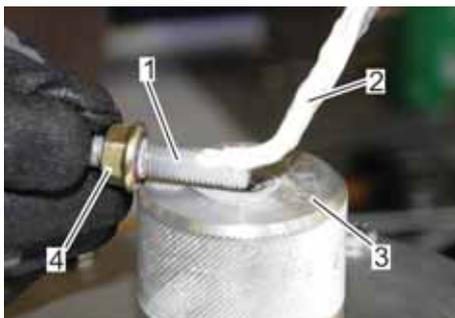

Abb. 130: Sollwerteinsteller fetten
- 28.** Den Sollwerteinsteller (Abb. 130/1) mit einem Pinsel (Abb. 130/2) mit Fett *Anti Seize* fetten.
- 29.** Den Sollwerteinsteller (Abb. 130/1) mit Sechskantbundmutter (Abb. 130/4) in das Gewinde des Federdoms (Abb. 130/3) bis auf Gegendruck eindrehen.